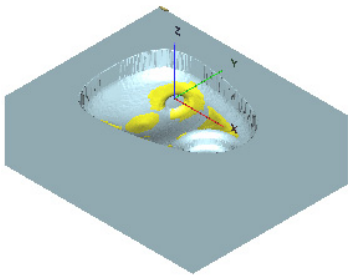

图 3-154 仿真模拟结果 (2)
7) 仿真模拟。单击“加工向导”工具栏上的“高级仿真”按钮，弹出“高级仿真”对话框，选中所创建的加工，单击确定按钮；在弹出的“Cimatron's Verifier”对话框中验证加工效果，如图 3-154 所示。